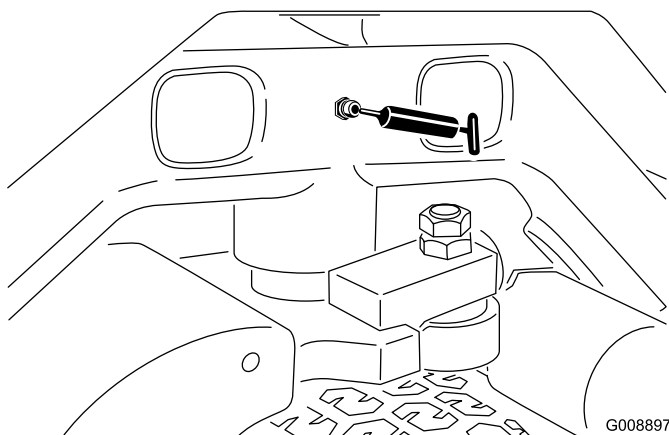

Figura 34
- Pivote de dirección (Figura 34)